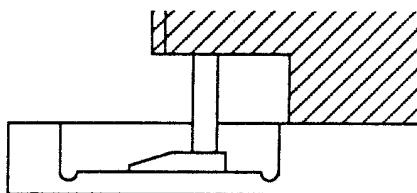

Fig. 25
- Höhenmeßuhr so auf die Einstellplatte legen, daß der Meßfuß der Höhenmeßuhr im ausgearbeiteten Teil der Einstellplatte aufsitzt (Fig. 25).
- Place the Dial Height Gauge onto the Post Adjustment Plate so that the measuring probe of the Dial Height Gauge locates into the cut-out provided on the Post Adjustment Plate (Fig. 25).
- Appoggiare il misuratore sulla piastra di regolazione in modo che il sensore del misuratore stesso tocchi la parte intagliata della piastra (fig. 25).